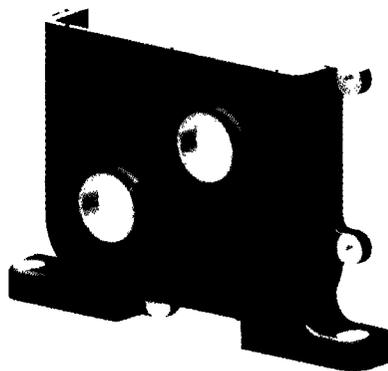

Рис. 8.21 В обновленной детали есть изменения, сделанные в файле отливки
11. Переключите свое рабочее пространство на файл **c08-13.ipt** и обновите его. См. рис. 8.21.